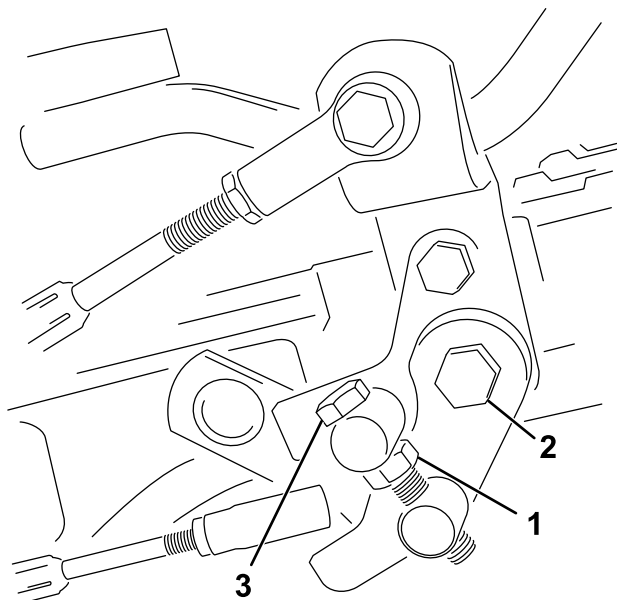

图50
1. 松开枢轴螺栓上的锁紧螺母（图50）。
4. 上紧枢轴螺栓上的锁紧螺母和踏板枢轴上的螺母，锁定调整（图50）。检查调整情况，并按需要调整。